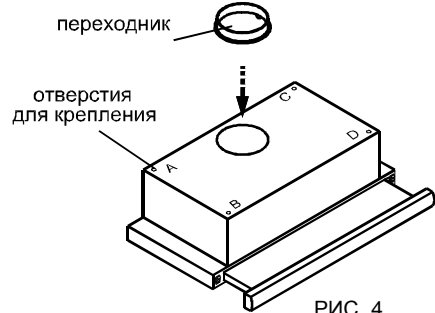

РИС. 4
- 6.1 Установите пластиковый переходник и зафиксируйте его защелками (рис.4).